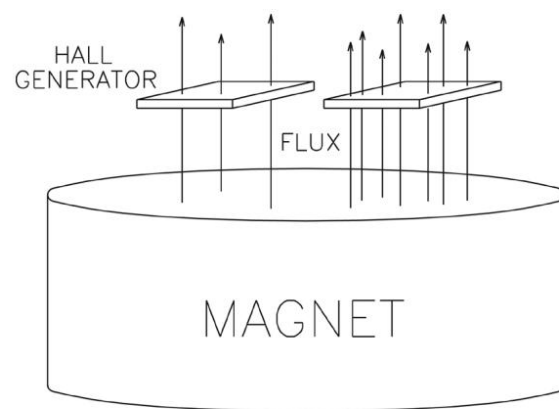

Figura 3-23
6) La densidad de flujo puede variar considerablemente a lo largo de la cara polar de un imán permanente. Esto puede deberse a defectos físicos internos, como grietas o burbujas muy finas, o a una mezcla inconsistente de materiales. Generalmente, el área sensible de un generador Hall es mucho más pequeña que el área superficial del imán, por lo que las variaciones de densidad de flujo son muy evidentes. La Figura 3-23 ilustra esta situación.